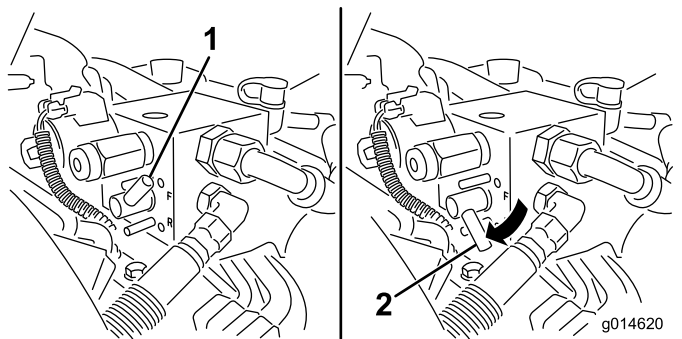

Figura 53
5. Rode a alavanca de retificação para a posição Reverse (R) (Figura 53).